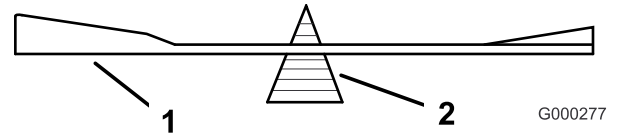
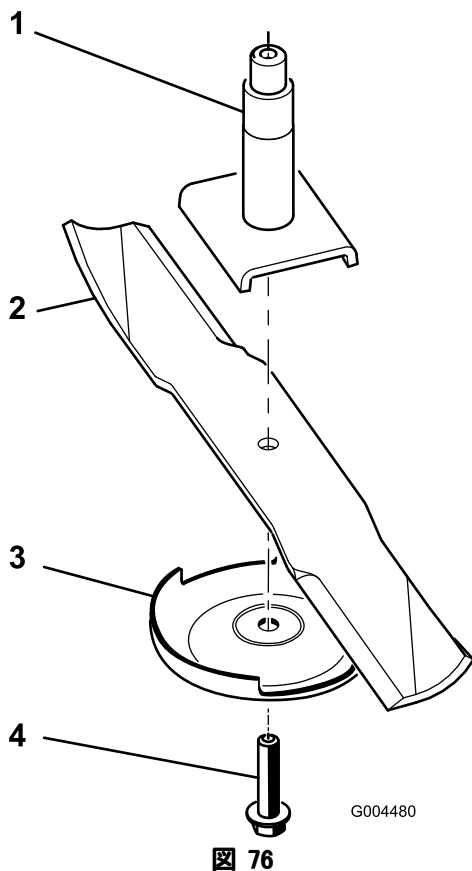

図 75
図 76
2. スピンドルのシャフトからブレード・ボルト、芝削り防止プレート、ブレードを取り外す（図 76）。
2. ブレード・ balanサー（図 75）を使ってバランスを調べる。ブレードが水平に停止すればバランスがとれているからそのまま使用してよい。もし傾くようなら、重い方の裏面を少し削って調整する（図 76）。バランスがとれるまで調整する。
1. スピンドル・シャフトにブレードを取り付ける（図 76）。
2. 芝削り防止プレートとブレード・ボルトを取り付ける（図 76）。